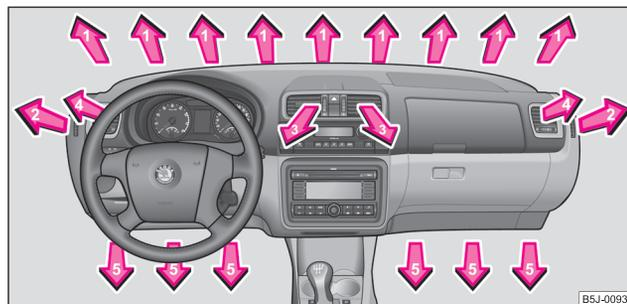

Fig. 98 Difusores de salida de aire
- Oriente los difusores **3** y **4** de tal modo, que la corriente de aire esté dirigida ligeramente hacia arriba ⇒ página 92, fig. 98.
- Oriente los difusores de salida de aire **3** y **4** ⇒ página 92, fig. 98 de tal modo, que la corriente de aire esté dirigida ligeramente hacia arriba.
Ud. puede regular la distribución de aire a los difusores mediante las teclas de la unidad de mando del Climatronic ⇒ página 90. Los difusores de salida de aire **3** y **4** ⇒ página 92, fig. 98 se pueden cerrar y abrir por separado. ■